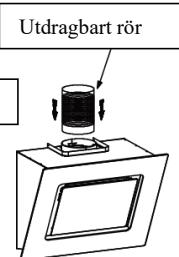

Bild 3
- Sätt dit utsugsröret på ventilen enligt bilden nedan och sätt fast med buntband. Rörets två ändar är olika: den enda änden har en plastring, den andra inte. Änden utan plastring är avsedd för montering på ventilen (se bild 3 och 4).